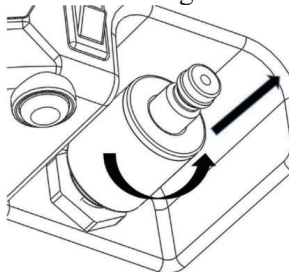

Abb. 8 Schematische Darstellung des Filterwechsels
5.1.2 Prüfen Sie den Lufteinlassfilter einmal im Monat, um festzustellen, ob sich Verunreinigungen im Filter befinden. Wenn Verunreinigungen vorhanden sind, ersetzen Sie den Filter rechtzeitig auswechseln und die Sauberkeit des Luftkompressors und der Umgebung, in der er sich befindet, überprüfen. Wenn keine Verunreinigungen vorhanden sind, wird empfohlen, den Filter alle 24 Monate auszutauschen. Ersatzfilter sind im Zubehör enthalten. Die Art und Weise des Filterwechsels ist in Abb.8 dargestellt.